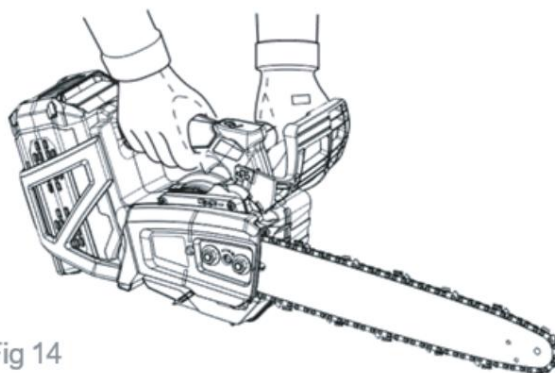

Fig 14
- Hold og styr motorsaven med venstre hånd på det forreste håndtag og højre hånd på det bagerste håndtag; vikl tommelfingeren rundt om håndtagene (fig. 14).